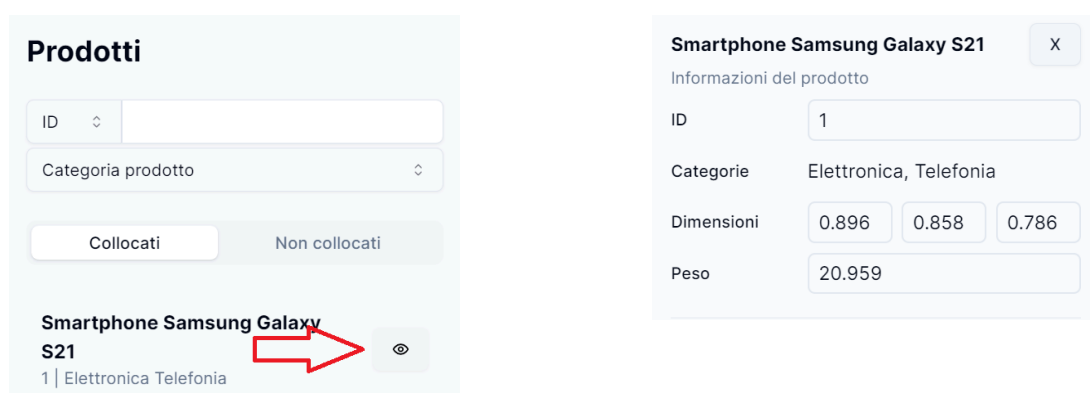

Figura 17: Pulsante “occhio” per l'ispezione prodotto (sinistra) e pannello di ispezione prodotto (destra)
- il pulsante contenente l'icona raffigurante un occhio (Figura 17 (sinistra)) presente nella lista dei prodotti (Sezione 3.6.1) nella riga corrispondente al prodotto da ispezionare;
L'esecuzione di almeno una delle modalità elencate permette la visualizzazione, sulla destra dello schermo, del pannello relativo alle informazioni del prodotto di interesse (Figura 17 (destra)).